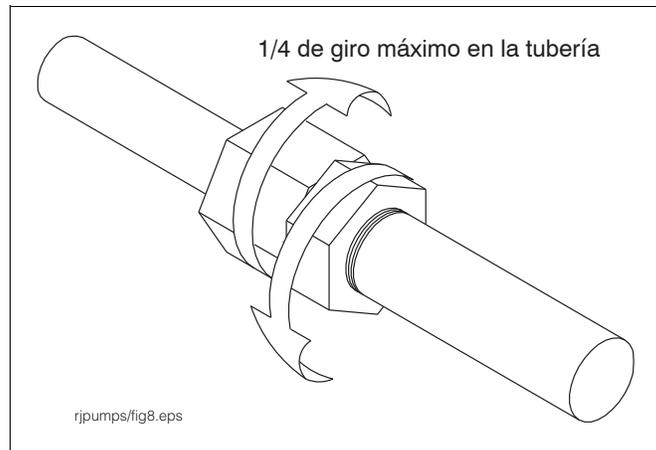

Figura 9. Desapriete de la contratuerca
4. Desatornille el tornillo de ajuste del lateral de la contratuerca y desapriete la contratuerca para aflojar el conjunto remachado del tubo de columna (véase la Figura 9).